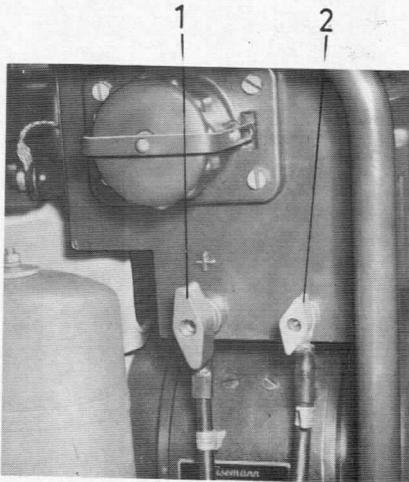

Bild 38
Beim Anschluß der Verbraucher ist auf richtige Polarität am Stromerzeuger-Aggregat zu achten ( Bild 38 und 39 )
- Anschlußklemmen : Plus-Pol = Rote Klemme ( Bild 38, Pos. 1 )
Minus-Pol = Blaue Klemme ( Bild 38, Pos. 2 )